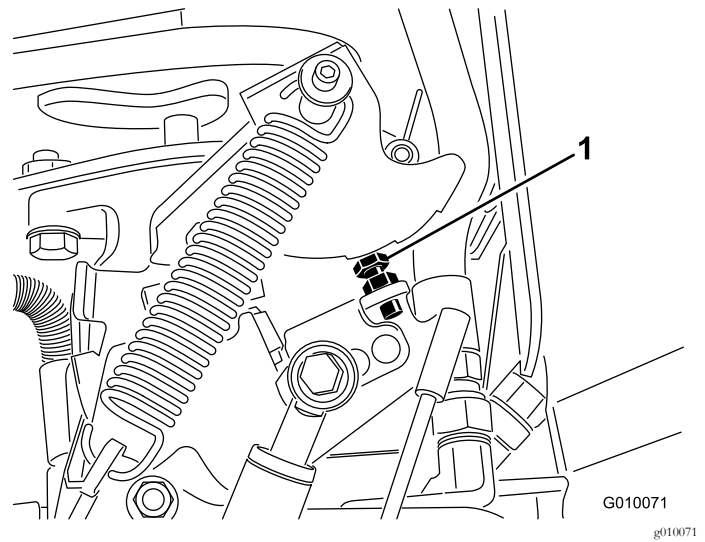

Bild 66
6. Wenn die Einstellung verstellt werden muss, drehen Sie die Pumpenanschlagschraube (Bild 66) mehr zur Anschlagplatte, um den Lochabstand zu verringern, oder drehen Sie die Anschlagsschraube von der Anschlagplatte weg, um den Lochabstand zu erhöhen.